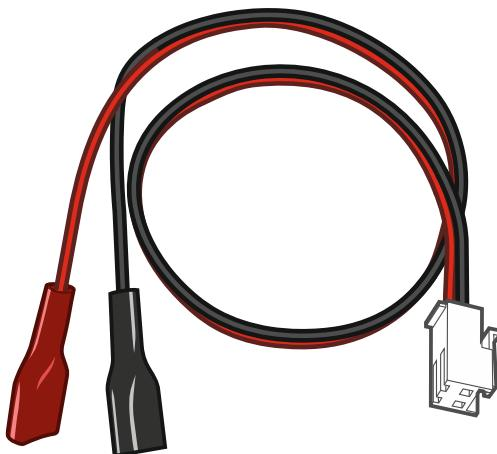

Fig. 2. Fils pour connecter la batterie (rouge +, noir -).
- ① voyants LED :
- ② broches RESET pour le démarrage d'urgence de la centrale (voir : « Procédure d'urgence de démarrage de la centrale » p. 14).
- ③ port RS-232 (TTL).
- ④ connecteur pour connecter des fils à la batterie. Les fils sont inclus dans le kit de livraison (fig. 2).
- ⑤ câble terminé par un connecteur d'antenne. Si la centrale est installée dans un boîtier en plastique, vous pouvez utiliser une antenne qui peut être installée à l'intérieur du boîtier. Si la centrale est installée dans un boîtier métallique, utilisez une antenne pouvant être installée sur le boîtier ou à une certaine distance du boîtier.
- ⑥ voyant LED SIM1. Le voyant est allumé lorsque la carte installée dans le logement SIM 1 est active.
- ⑦ voyant LED SIM2. Le voyant est allumé lorsque la carte installée dans le logement SIM 2 est active.
- ⑧ logement SIM1 dans lequel la première carte SIM doit être installée.
- ⑨ logement SIM2 dans lequel la deuxième carte SIM doit être installée.
- ⑩ connecteur de communication pour la connexion du module PERFECTA-R.
- ⑪ prise mini-jack pour brancher un microphone.